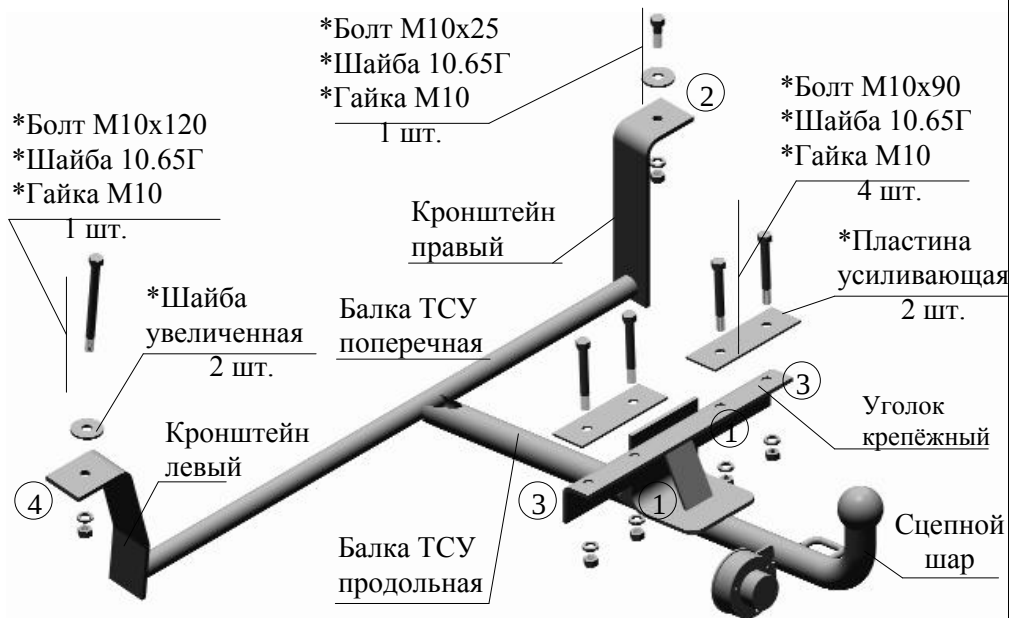

Рис.1 Тягово-сцепное устройство ТСУ 3110Н (ТСУ3110Кр)
- 4.3 Наметить и просверлить в полом корпусе а/м два отверстия (на Рис. 1 отмечены (1)) диаметром 10,5...11 мм, используя ТСУ, как кондуктор. Закрепить ТСУ двумя болтами М10х90, не затягивая крепеж.
4.4 Наметить и просверлить в полу багажного отделения отверстие (2) диаметром 10,5...11 мм, используя ТСУ, как кондуктор (см. Рис. 1). Закрепить ТСУ, не затягивая крепеж.
4.5 Наметить и просверлить два отверстия диаметром 10,5...11 мм в полу багажного отделения, используя ТСУ, как кондуктор (отверстия (3) на Рис. 1).
4.6 Наметить и просверлить напроход отверстие диаметром 10,5...11 мм в левом лонжероне автомобиля (отверстие (4) на Рис. 1). При сверлении отверстия со стороны пола багажного отделения необходимо использовать разметку.
2.1 ТСУ 3110Н (3110Кр) в сборе (рис.1)	1 шт.
2.2 Пакет с комплектующими (см. рис.1)	1 шт.